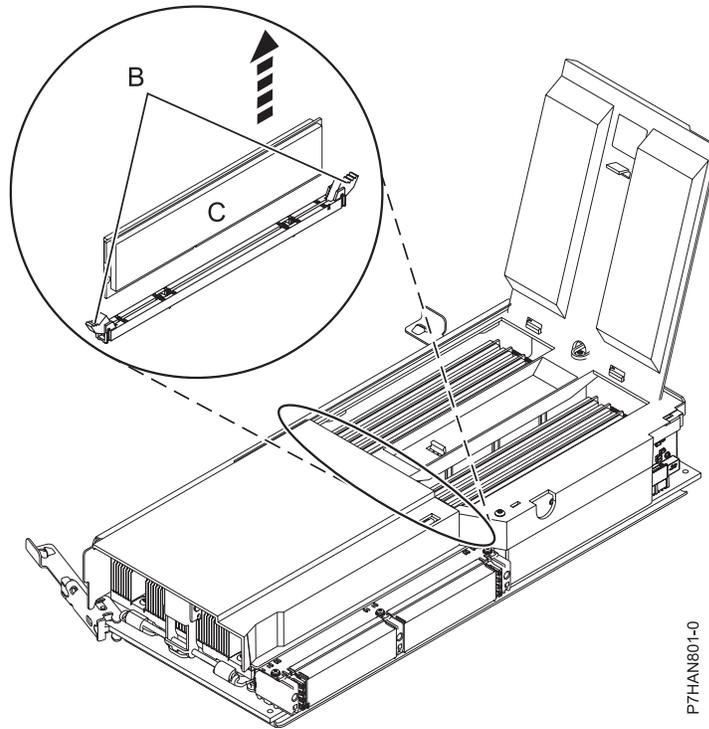

Figura 5. Extracción de un módulo de memoria
11. Desbloquee el módulo de memoria presionando las pestañas de bloqueo (B) hacia afuera y hacia abajo, tal como se muestra en la Figura 5 en la página 8. Levante el módulo de memoria (C) y extráigalo del conector. La acción de palanca de las pestañas hace que el módulo de memoria salga del conector.